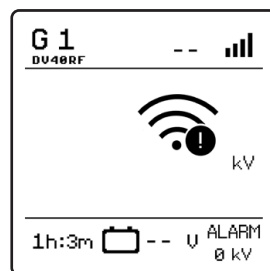

Fig. 12
• **Perdita del segnale (fig. 12):** compaiono trattini anziché valori dell'elettrofence; il simbolo del livello di allarme inizia a lampeggiare e suona l'allarme, a condizione che sia stato attivato (vedi paragrafo 8.2).